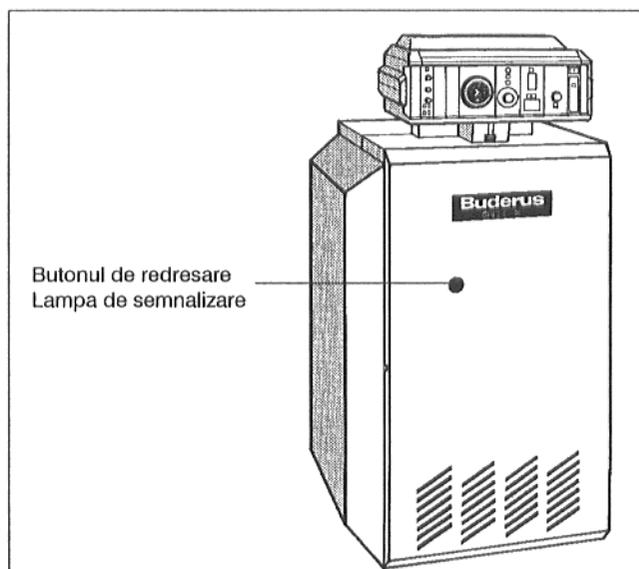

Fig. 6: Butonul de redresare
- Se apasă butonul de redresare (Fig. 6) în cazul în care se aprinde lampa de semnalizare de pe acesta.